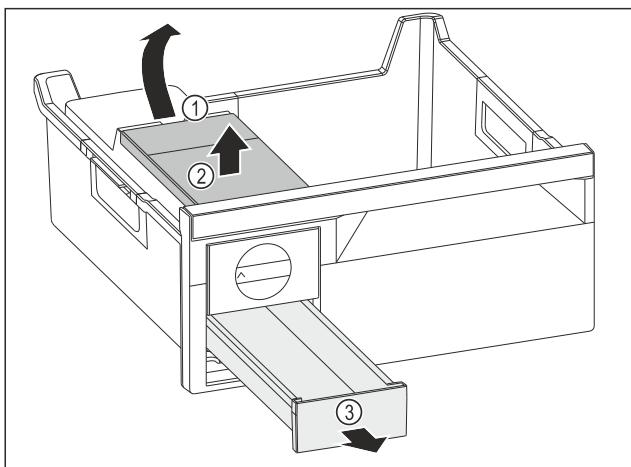

Fig. 88
- Изваждане на резервоара за вода: Повдигнете резервоара за вода при прореза Fig. 88 (1).
- Извадете резервоара за вода Fig. 88 (2) нагоре.
- Извадете чекмеджето за ледени кубчета Fig. 88 (3) напред.